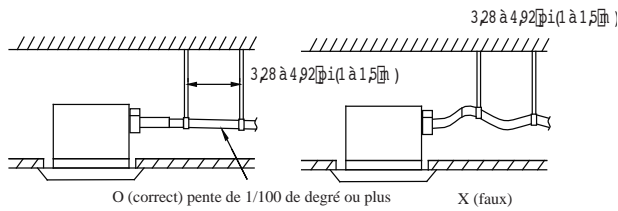

Figure 61 – Flexible d'évacuation
- Pour éviter que le flexible d'évacuation de plie, la distance entre les supports de levage doit être comprise entre 3,28 et 4,92 pi (1 à 1,5 m) (consultez la figure 61).